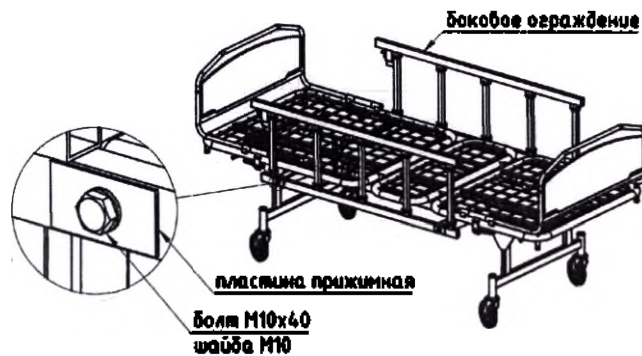

Рисунок 14 – Установка боковых ограждений на кронштейны
- Установить ограждения на кронштейны с помощью болтов М10х40, шайб М10 и прижимных пластин, предварительно выставив кронштейны соответственно монтажным отверстиям в ограждениях (см. рис. 14). Ограждения следует устанавливать так, чтобы пластмассовые колпачки на гайках оказались снаружи кровати, а фиксаторы ограждений были со стороны ног.